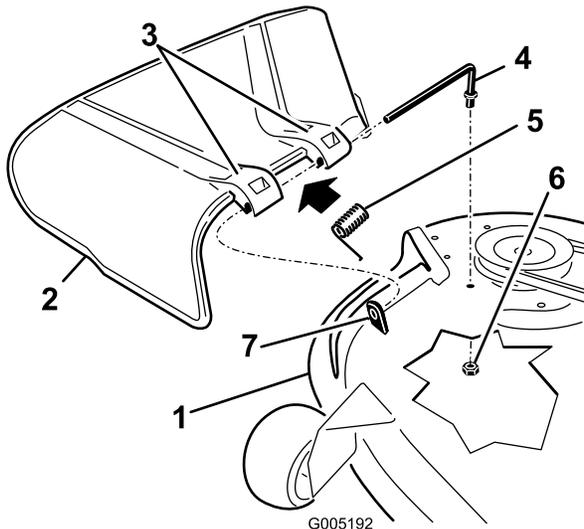

Figure 60
1. Retirez l'écrou ($\frac{3}{8}$ po) de la tige, sous le tablier de coupe (Figure 60).
2. Sortez la tige de la courte cheville de positionnement, du ressort et du déflecteur d'herbe (Figure 60).
4. Remettez en place le déflecteur d'herbe (Figure 60).
7. Insérez la tige dans le deuxième support du déflecteur d'herbe (Figure 60).
9. Fixez l'extrémité arrière de la tige dans le tablier de coupe à l'aide d'un écrou ($\frac{3}{8}$ po), comme montré à la Figure 60.